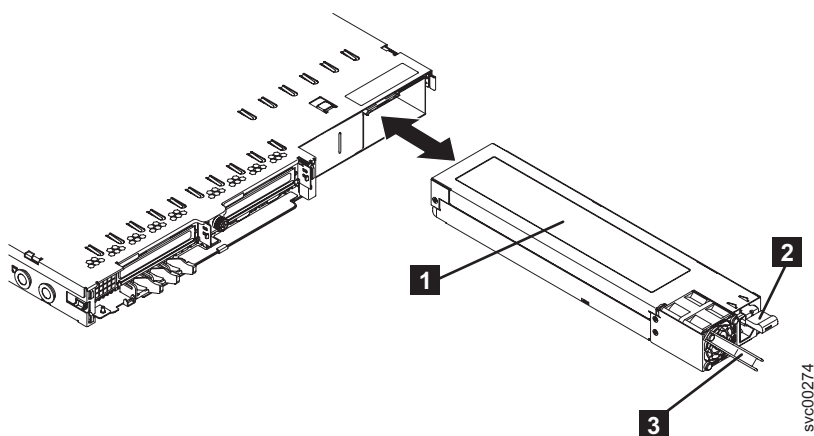

図 184. SAN ボリューム・コントローラー 2145-8G4 電源機構
1. 電源機構の後部のハンドルをつかんで (図 184 を参照)、所定の位置でカチッと音がするまで、電源装置をノードに向かって前方に完全にスライドさせます。